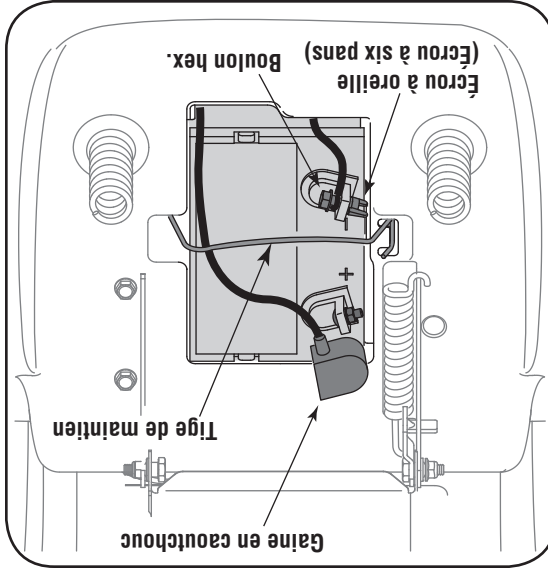

Figure 3-1
- Assurez-vous la tige de maintien est sur la batterie. Voir la Figure 3-1.